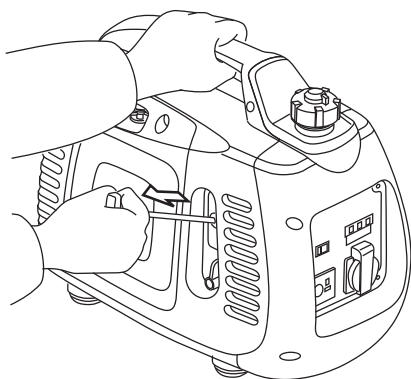

Рис. 10
• Запустите двигатель. Будьте внимательны! При вытягивании шнура стартера шнур может создавать отдачу. Возьмитесь за ручку шнура стартера. Медленно потяните шнур до возникновения сопротивления со стороны двигателя. Не допуская возврата ручки обратно продолжайте быстро тянуть ручку на полный взмах руки. Медленно (с натягом шнура) верните ручку в начальное положение (рис. 10).